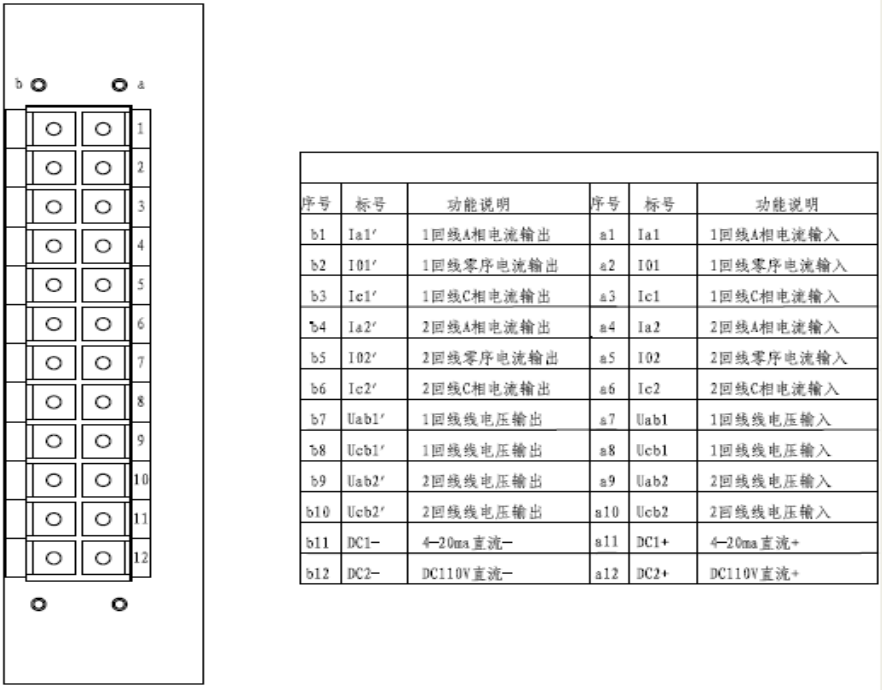

图 8 交流插件 4 端子定义
5.1.3.4 交流插件 4（针对有零序电流输入情况），如图 8 所示